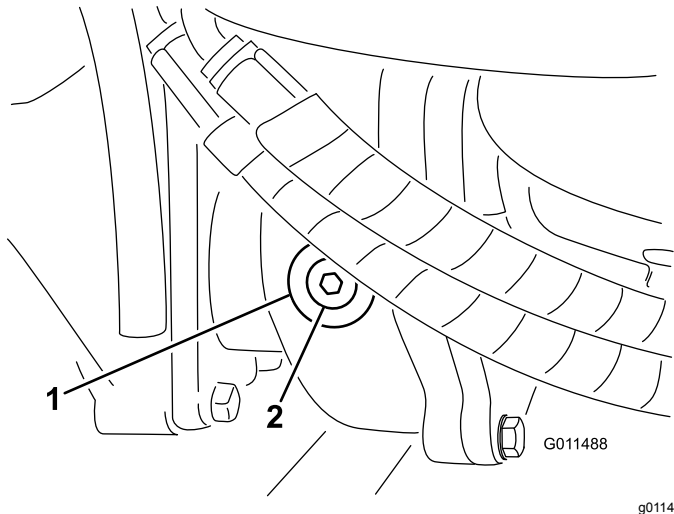

Bild 19
2. Entfernen Sie die Prüf-/Füllschraube an der linken Getriebeseite und stellen sicher, dass das Öl die Unterseite des Lochs erreicht (Bild 19).